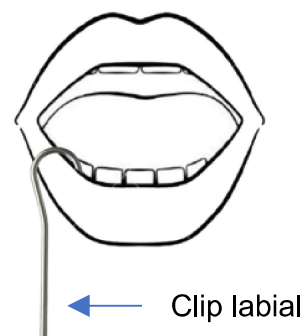

Figura 5
2. Acople el clip labial al paciente (ver Figura 5).